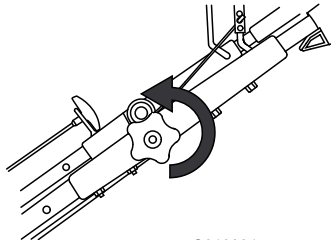

Bild 17
1. Lösen Sie das Handrad des oberen Holms (Bild 17).